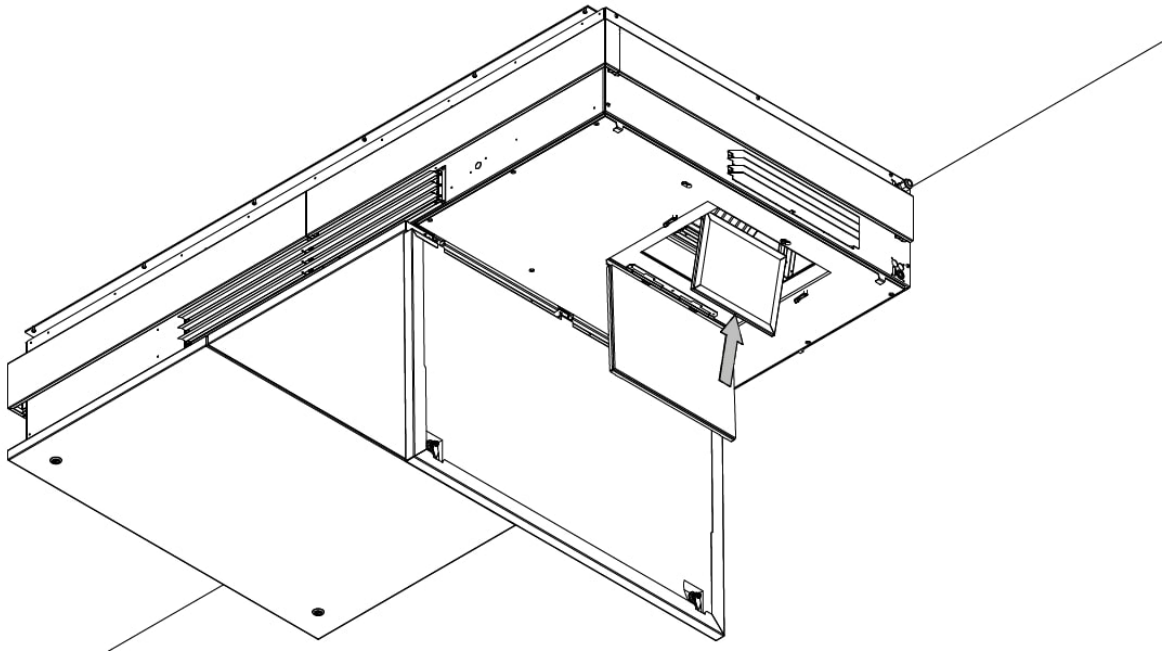

*Figur 10: Åpne hengslene som holder grovfilteret på plass*
3. Åpne hengslene som holder grovfilteret på plass, se Figur 10 nedenfor.